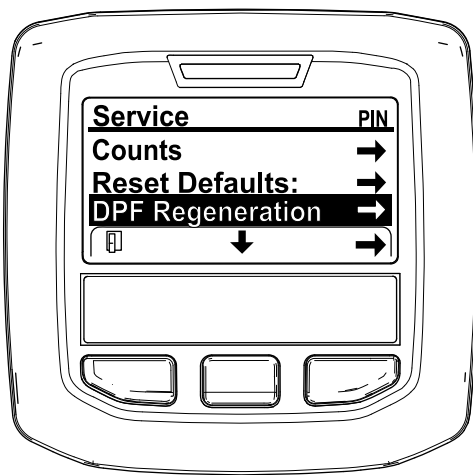

図 50
3. 整備メニューSERVICE MENUで、中央ボタンを押して DPF 再生DPF REGENERATIONへ移動し、右ボタンでDPF 再生DPF REGENERATIONを選択する 図 50。